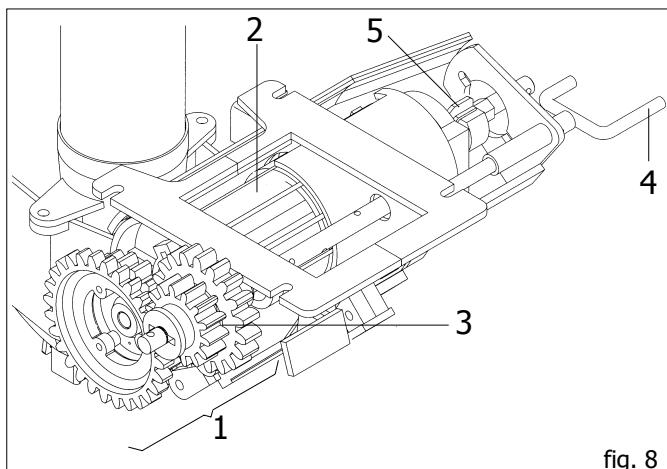
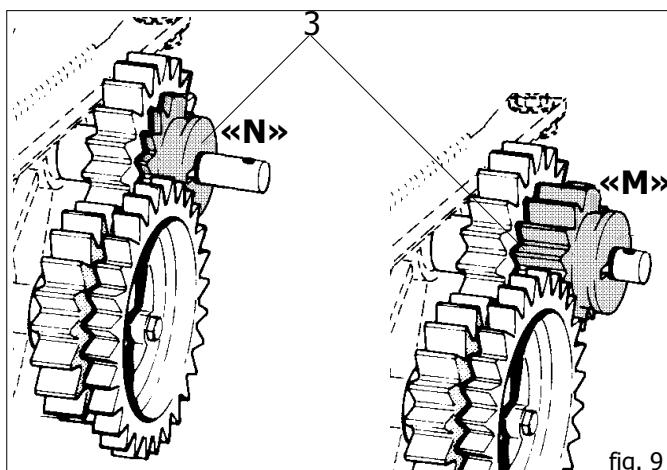
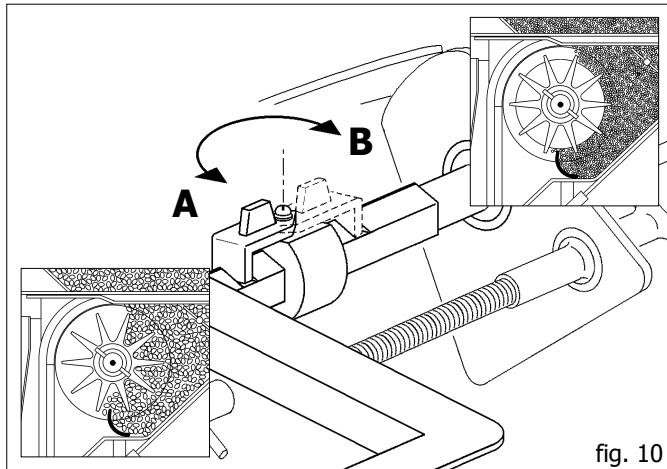

fig. 8
fig. 9
fig. 10
Der Dosierer (Abb. 8) ist die wichtigste Vorrichtung für den Betrieb der Sämaschine und ist unter dem Saatgutbehälter angebracht. Er wird mittels Zahnräder und Ketten vom Treibrad angetrieben.
Der Dosierer besteht aus einem Getriebe (1 Abb. 8), das zwei Übersetzungen des Zahnrad (2) ermöglicht, indem die Position des roten Zahnrad (3 Abb. 9) verändert wird. In der Stellung "N" beträgt das Getriebeverhältnis 1:1 und wird durch das Zahnradpaar Z19 realisiert. Wenn das Rad (3) auf "M" verstellt wird, halbiert das Zahnrad seine Drehzahl, da der Antrieb in diesem Fall aus dem roten Treibrad Z14 und dem angetriebenen Rad Z28 zusammengesetzt ist. Bei der Durchführung der im Kapitel 3.2.3 beschriebenen Säprobe wird festgestellt, daß die verteilte Saatgutmenge bezüglich einer Probe mit Verhältnis 1:1 halbiert ist (siehe Tabelle Seite 60-61). Die Stellung "M" des Zahnrad (3) ist für das Aussäen von ziemlich kleinem Saatgut und geringen Mengen erforderlich. Der Schraubenstab (4) ermöglicht die Einstellung des Schiebers bezüglich des aus der Tabelle und der Säprobe resultierenden Wertes (Kapitel 3.2.3).
Die Sperrfeder (4 Abb. 8) ermöglicht es, den Öffnungsbereich des Schiebers und gleichzeitig den Durchsatz der Dosierrolle zu verändern. Die Stellung "A" (Abb. 10) ermöglicht das Öffnen des Schiebers auf der Gradskala von 0 bis 110 und mit maximaler Säleistung der Dosierrolle. Die Stellung "B" ermöglicht dagegen das Öffnen des Schiebers von 0 bis 25 mit reduzierter Säleistung der Dosierrolle. Es ist wichtig darauf hinzuweisen, daß der Schieber immer vollständig geschlossen werden muß (auf 0 der Gradskala stellen), um die Position der Sperrfeder (5) umzukehren.